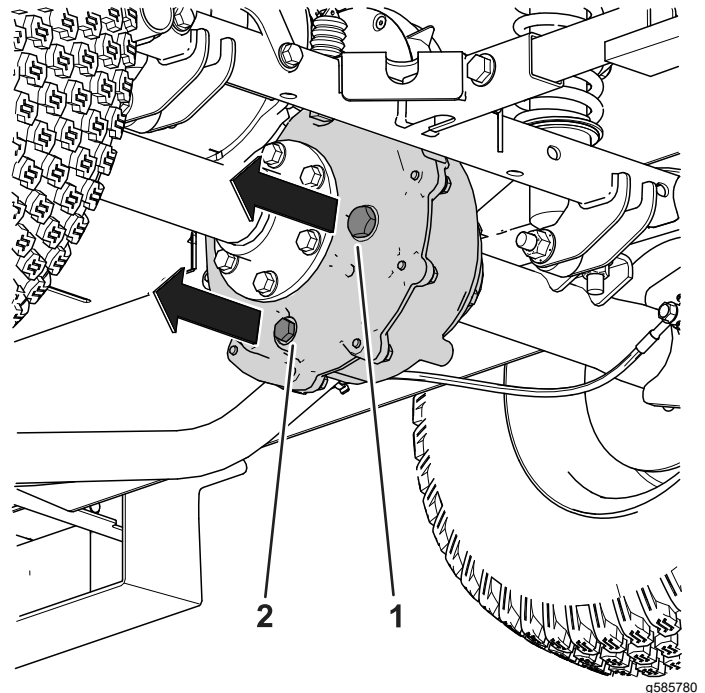

Figura 54
1. Coloque un recipiente debajo del tapón del transeje (Figura 54).
2. Retire el tapón de llenado (Figura 54).